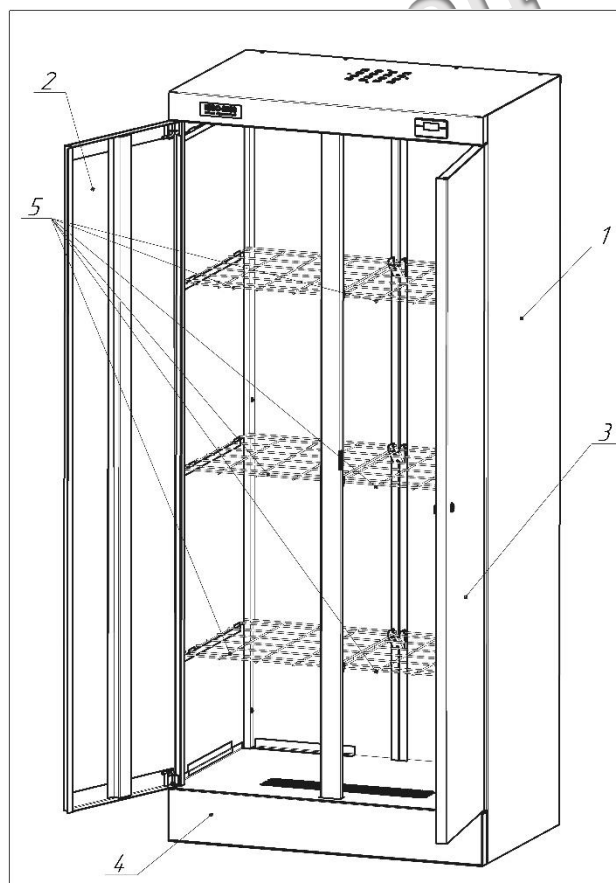

Рис. 1 Шкаф сушильный для одежды ШСО-2000; ШСО-2000Н
- 3.1. Шкаф (рис.1) состоит из верхней части корпуса (поз.1), которая закрывается двумя дверьми (поз.2,3), в одной из которых установлен почтовый замок, запирающий одновременно обе двери.